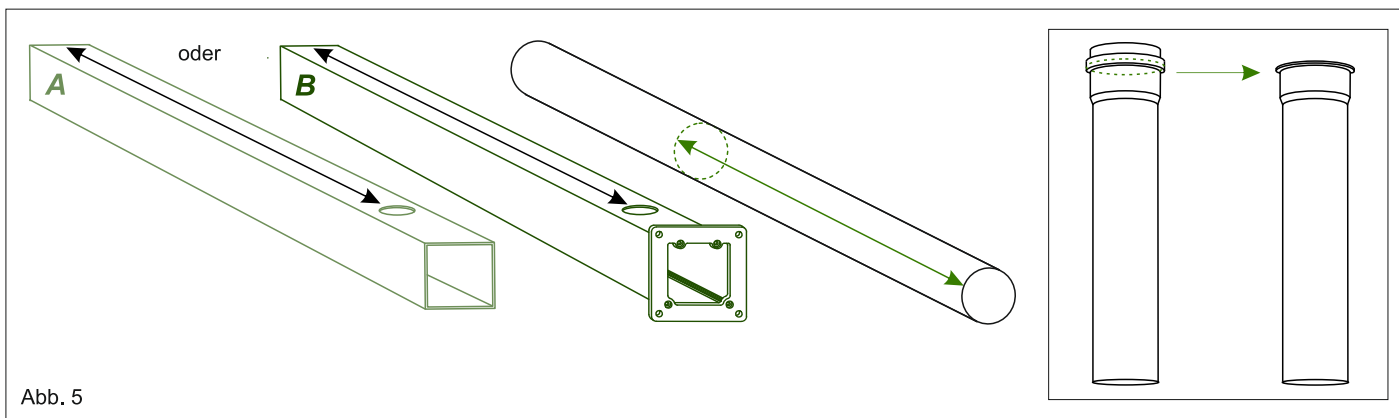

Abb. 5
4. 3. Beim oberen HT- Rohr soll die Nut, die für Dichtgummi vorgesehen ist, weggeschnitten werden. Bitte beachten Sie dabei, dass die breite Kante des HT-Rohrs noch verbleiben soll, damit das HT-Rohr nicht durch die von Ihnen vorgefertigte Bohrung in der Rinne durchfallen kann. Siehe Abb. 5.